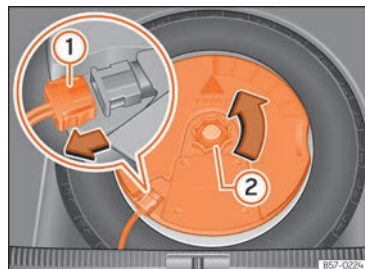

Fig. 200 Na bagageira: desmontar o subwoofer.
- Desligue o cabo do altifalante *subwoofer* »» **Fig. 200 ①.**
- Rode a rodinha de fixação no sentido contrário ao dos ponteiros do relógio »» **Fig. 200 ②.**